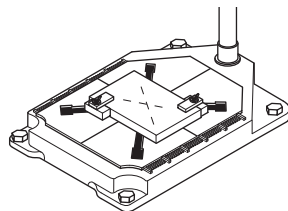

Figura 6. Abrazaderas de sujeción de la pieza de trabajo (no suministradas)
13. Sujete firmemente la pieza de trabajo a la base antes de taladrar. Esto evitará que la pieza de trabajo trepe por la broca taladradora o gire. El beneficio es seguridad y un trabajo de mejor calidad. Las abrazaderas de sujeción (no incluidas) son muy buenas para sujetar las piezas de trabajo, o se puede usar un pequeño tornillo de carpintero utilitario para sujetar la pieza de trabajo mientras es taladrada (Figura 6).